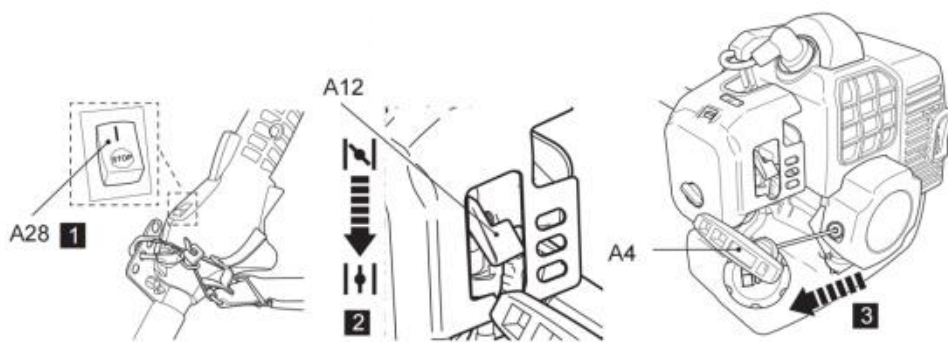

Fig. 40
5. Dra försiktigt i starthandtaget (A4) tills du känner motstånd och dra sedan snabbt. Gör det igen tills motorn startar (bild 40).